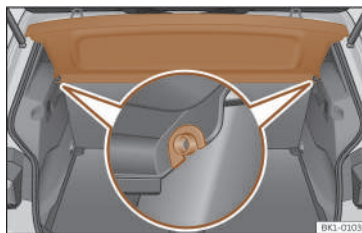

Fig. 162 Nel bagagliaio: smontare e montare il ripiano.
- Staccare il pianale dai supporti laterali >>> **fig. 162** tirandolo verso l'alto ed estrarre il pianale.
- Inserire il ripiano in orizzontale facendo coincidere la "mezzaluna" sull'asse dei supporti >>> **fig. 162** e premere verso il basso fino a farlo scattare.